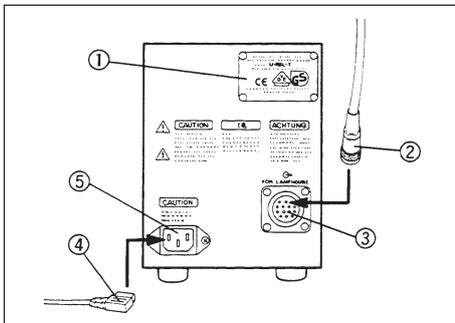

Abb. 5
1. Vergewissern Sie sich, daß die für das Vorschaltgerät erforderliche Frequenz und Spannung, die auf dem Typenschild ① angegeben sind, mit denen des örtlichen Stromnetzes übereinstimmt. (Abb. 5)
2. Stecker des Verbindungskabels der Brennerfassung ② fest in die Ausgangsbuchse ③ einstecken. (Abb. 5)
3. Netzkabelstecker ④ in die Netzkabelbuchse ⑤ einstecken. (Abb. 5)
Hauptschalter ① am Vorschaltgerät einschalten („I“ ON). Etwa fünf bis zehn Minuten nach Zünden des Brenners hat sich der Bogen stabilisiert (Abb. 5).